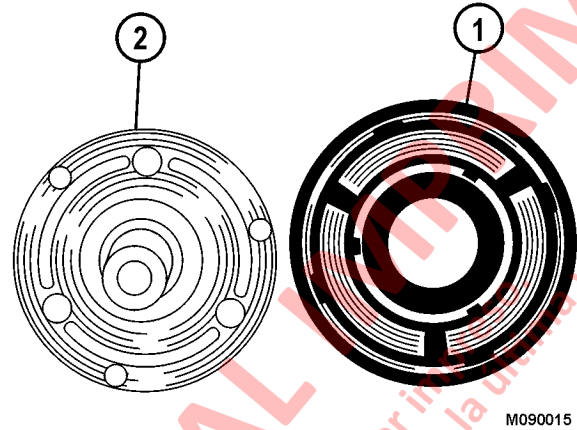

FIGURA 4-21.
6. Inspeccione las superficies de fricción en el cubo del embrague (1, Figura 4-21) y la polea (2). Es normal que haya marcas en las superficies de fricción. NO reemplace estos componentes solo debido a esta condición.